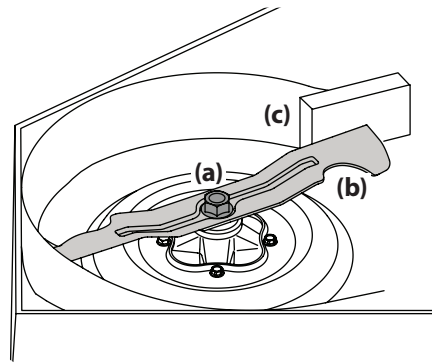

Figure 4-23
2. À l'aide d'une clé de "15/16", retenez l'écrou sur le haut de la fusée, puis desserrez l'écrou hexagonal (a) qui fixe la lame (b) à la fusée. Pour desserrer plus facilement l'écrou hexagonal (a) qui fixe la lame, placez un petit bloc de bois (c) entre le plateau de coupe et le tranchant de la lame (b). Voir Figure 4-23.